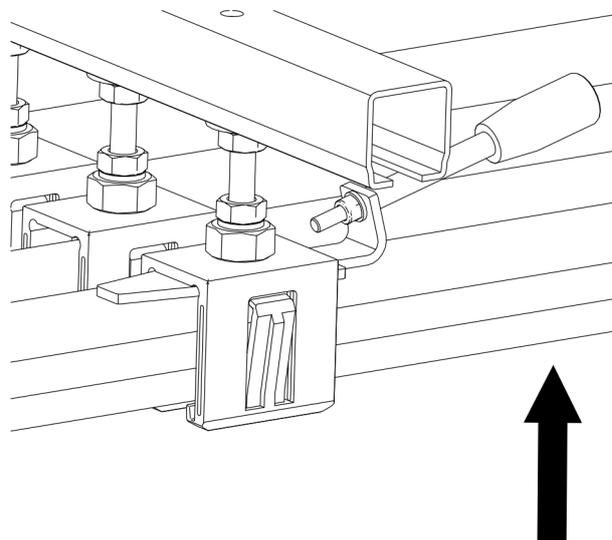
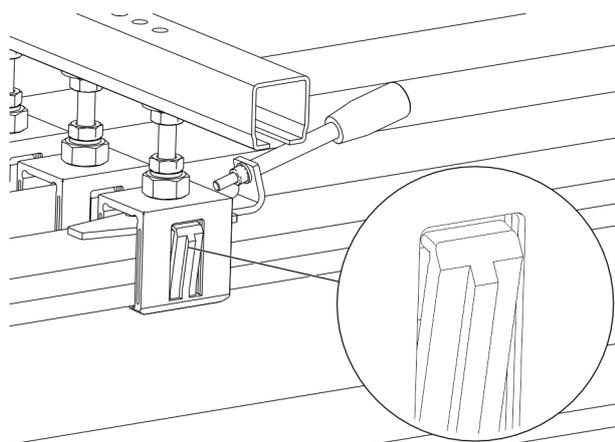
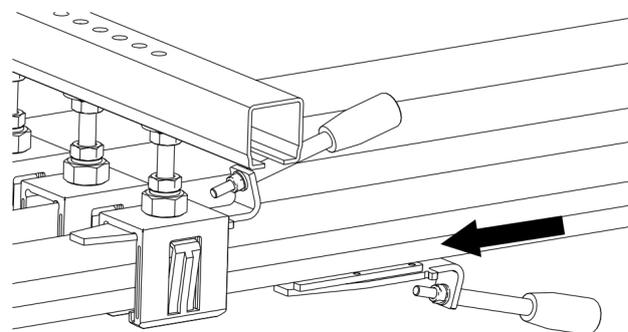

Fig. 63 : Pousser le rail conducteur contre l'outil 1 ou contre la griffe de suspension.
Fig. 64 : L'étrier de retenue de la griffe de suspension se courbe vers le haut.
Fig. 65 : Insérer l'outil 2 sur le côté ouvert du rail conducteur.
- Pousser le rail conducteur contre l'outil 1 ou contre la griffe de suspension (voir Fig. 63). Parallèlement à cela, insérer l'outil 2 sur le côté ouvert du rail conducteur (voir Fig. 65). L'étrier de retenue de la griffe de suspension se courbe vers le haut (voir Fig. 64).